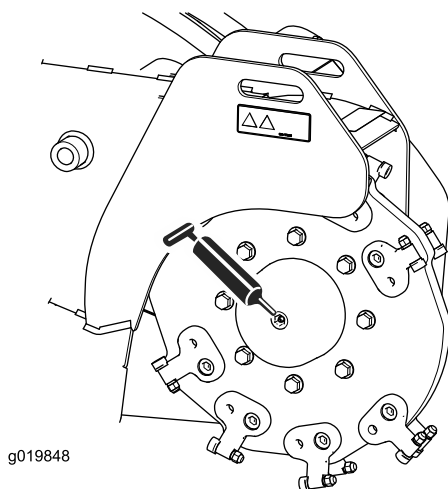
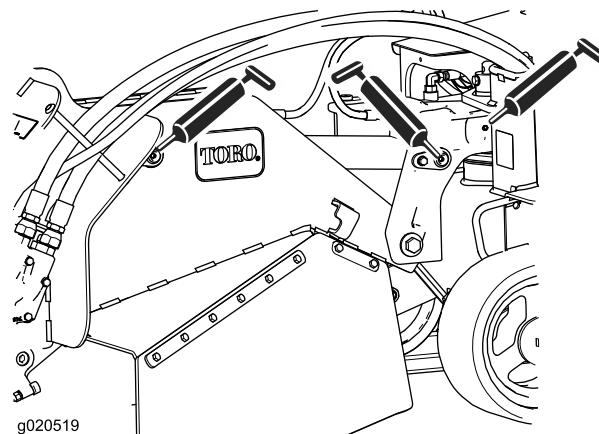

Figura 26
Figura 28
3. Conecte una pistola de engrasar a cada punto de engrase (Figura 26 a Figura 28).